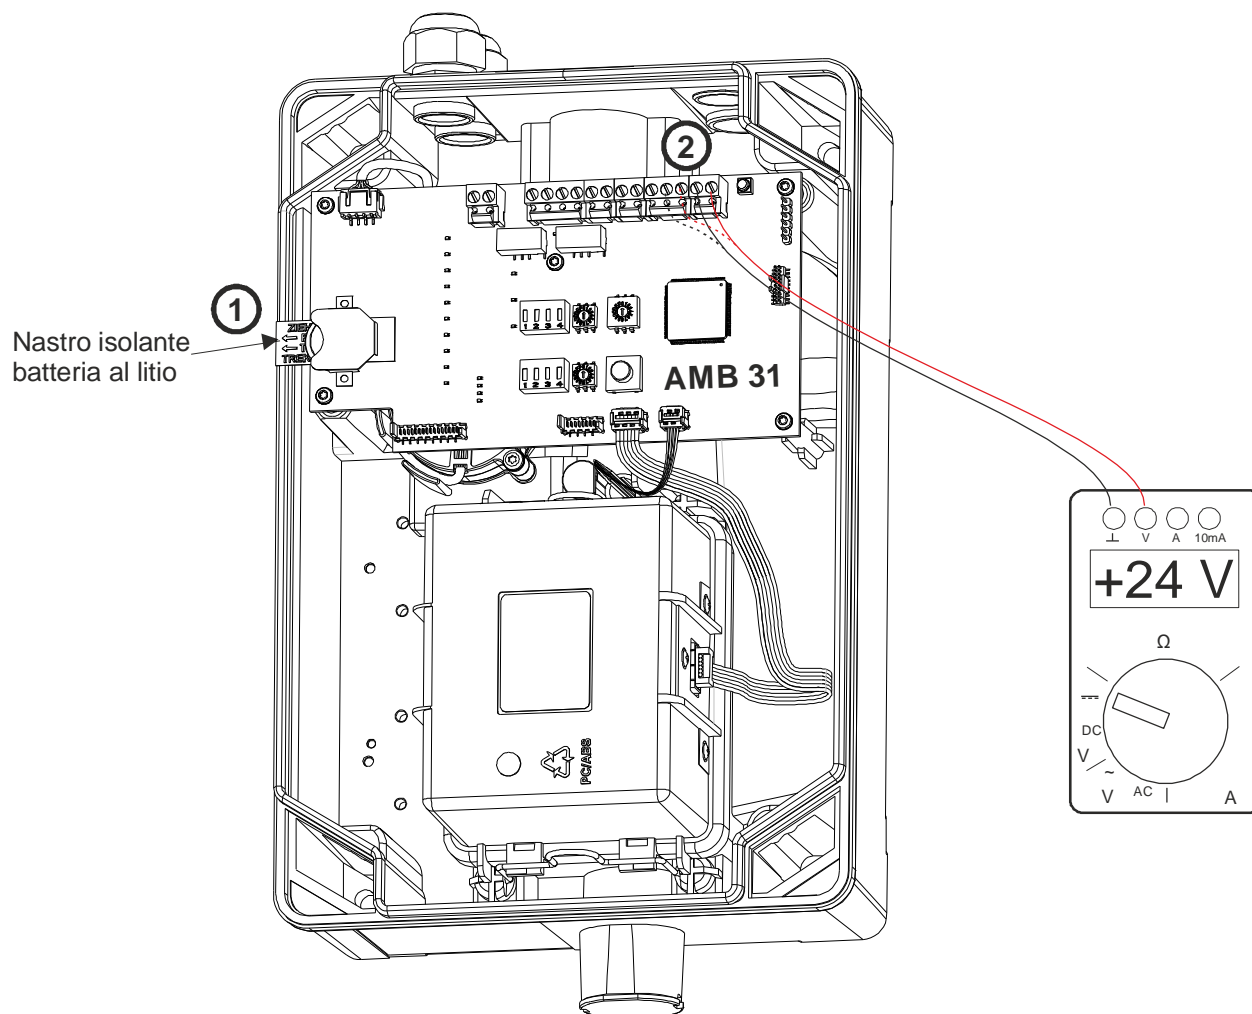

Fig. 46 Cassetta rivelatore aperta per la messa in servizio
- Rimuovere il nastro isolante dalla batteria al litio (sull'AMB 31) (ved. Fig. 46 (1)).
- Controllare la tensione sui morsetti 1 e 2 (in caso di alimentazione ridondante anche sui morsetti 3 e 4): da 21,6 a 27,6 V c.c. (per alimentazione elettrica 24 V c.c.) (ved. Fig. 46 (2)).